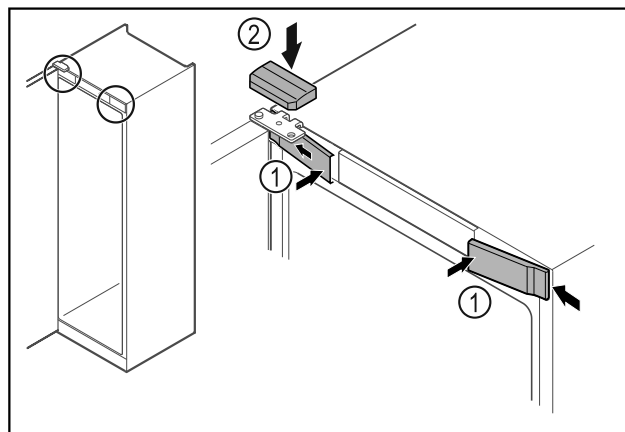

Fig. 51 *
- Accrocher les caches avant Fig. 51 (1) par les côtés et les enclencher.*
- Insérer le cache supérieur Fig. 51 (2) par le haut.*